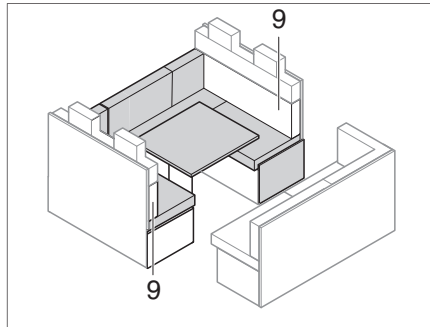

Fig. 204 Avant la transformation
- Enlever le coussin de dossier (Fig. 204, 9) et le mettre de côté.